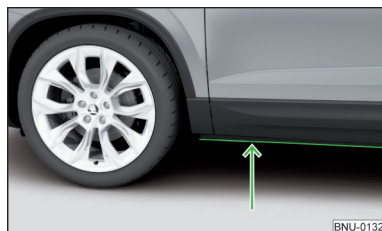

Fig. 256
- Determine la profundidad del agua antes de un vadeo. El nivel del agua debe llegar como máximo al borde inferior del larguero inferior » fig. 256.